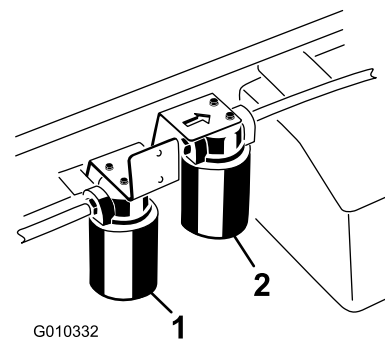

Figure 74
2. Nettoyez la zone autour de la surface de montage du filtre. Placez un bac de vidange sous le filtre et enlevez le filtre (Figure 74).
1. Nettoyez la zone autour de la surface de montage du filtre grand débit (Figure 74). Placez un bac de vidange sous le filtre et enlevez le filtre.